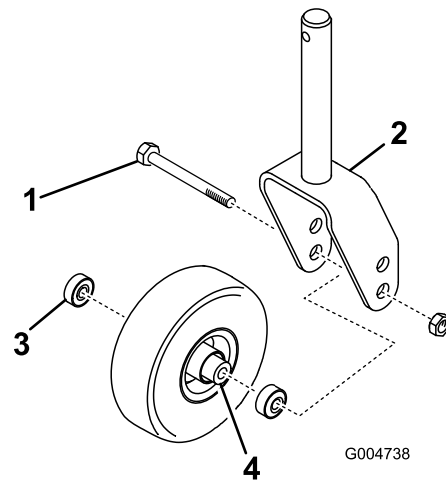
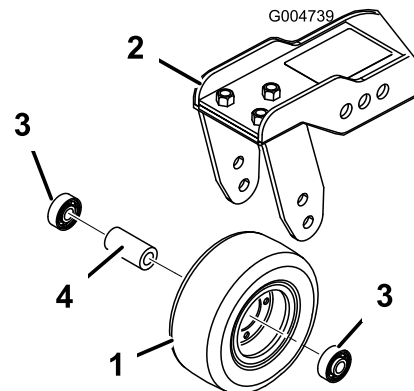

Figure 107
Figure 108
1. Retirez le contre-écrou du boulon qui fixe la roue pivotante entre la fourche (Figure 107) ou le bras pivotant (Figure 108). Maintenez la roue pivotante et sortez le boulon de la fourche ou du bras pivotant.
2. Enlevez le roulement du moyeu de la roue et laissez tomber la douille d'écartement à l'extérieur (Figure 107 et Figure 108). Enlevez le roulement de l'autre côté du moyeu.